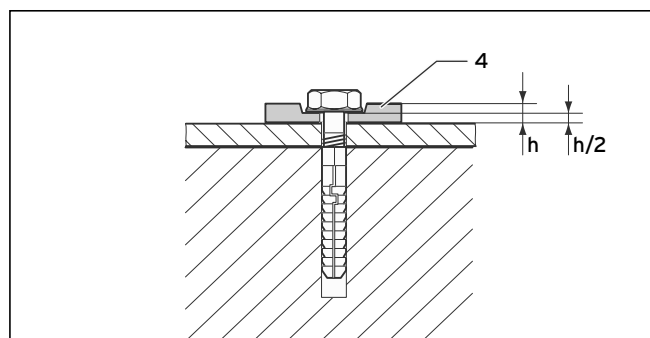

Рис. 4.24 Крепление гибкими подкладными шайбами
Обязательно используйте 4 гибких подкладных шайбы (4), чтобы можно было сбалансировать растяжение материала. Спрессуйте подкладные шайбы на 50 %, см. рис. 4.24.